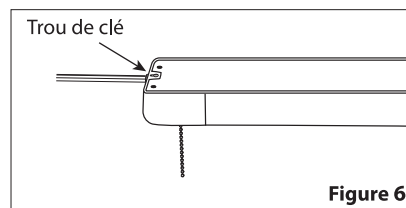

Figure 6
2. Install fixture to mounting surface by inserting the Key Holes on top side of the fixture into the mounting screws (See Figure 6). It may be necessary to adjust the tightness of the screws (Gap D). Make sure both screws hold the lamp securely on the narrow side of the Key Holes.
2. Installez le luminaire sur la surface de montage en insérant les trous de clé sur le côté supérieur du luminaire dans les vis de montage (voir figure 6). Il peut être nécessaire d'ajuster le serrage des vis (Gap D). Assurez-vous que les deux vis maintiennent fermement la lampe sur le côté étroit des trous de clé.